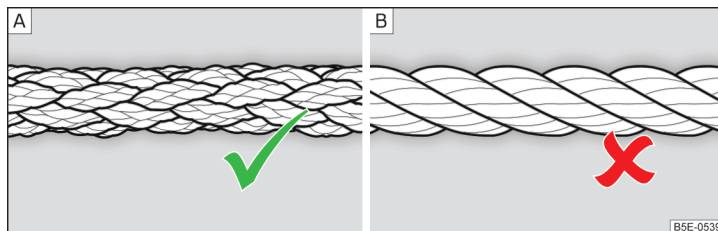

Fig. 337 Câble de remorquage tressé / Câble de remorquage tordu
Pour le remorquage avec un câble, utiliser uniquement un câble en fibres synthétiques tressées » fig. 337 - **A** » **I**.
- › fig. 337 - [B], l'oeillet de remorquage pourrait se dévisser du véhicule - risque d'accident.